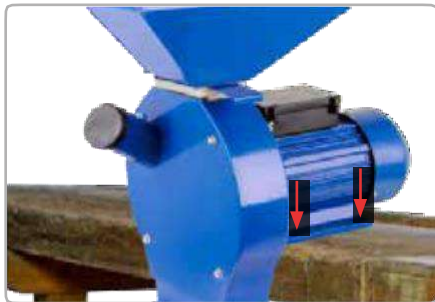

Fig.7
- Remplacez le couvercle de la chambre de broyage (3) avec les 4 vis. Pour un serrage ferme des écrous papillon, il est recommandé d'utiliser une clé hexagonale pour la tête des vis ;
- Monter le moulin sur un établi à l'aide des fixations sur le corps du moteur électrique (9) Fig.7 ;